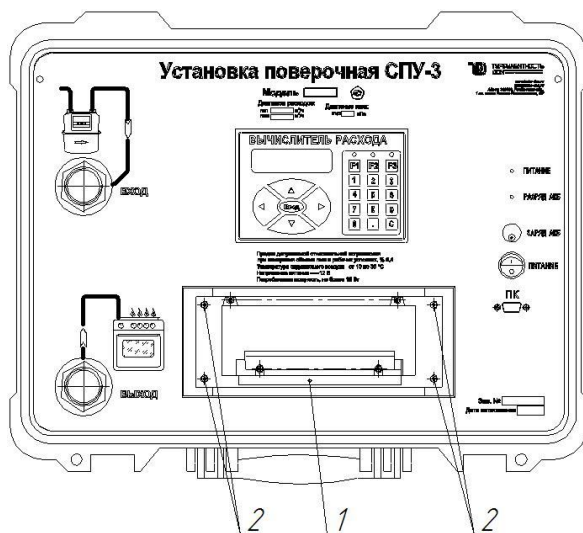

Рис. 3
2.5.2 Открутить четыре винта 2 шасси принтера 1 (рис. 3)